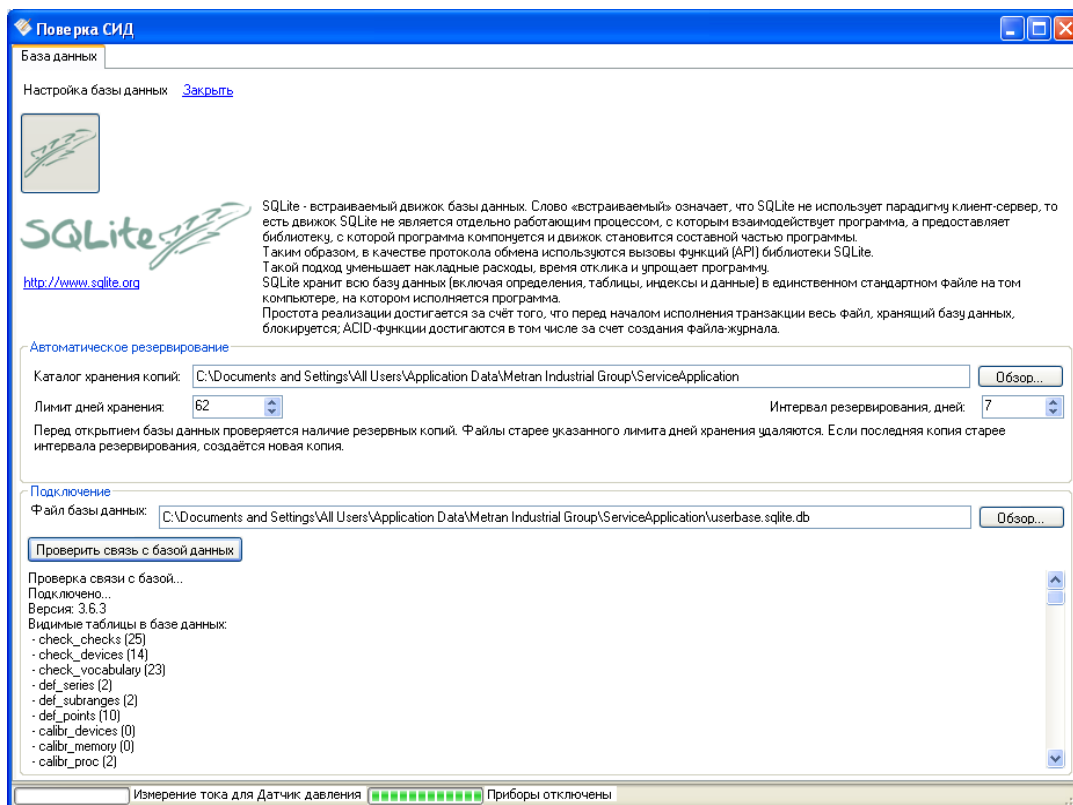

Рисунок 4.129 – Настройка подключения БД
- Указать путь к каталогу хранения копий файлов БД, указать временной интервал резервирования рабочего файла БД (дублирование рабочего файла БД) и временной интервал хранения резервных копий БД (по истечению этого времени программа будет удалять резервные копии, см. Рисунок 4.129).